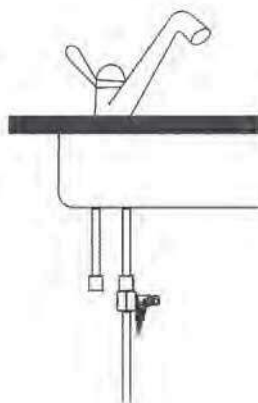

Рис. 11
2.4. Установите узел в сборе в разрыв гибкой подводки смесителя, как показано на **рис. 11**. Используйте гаечный или разводной ключ. Контролируйте прилагаемые усилия, чтобы не повредить уплотнение.